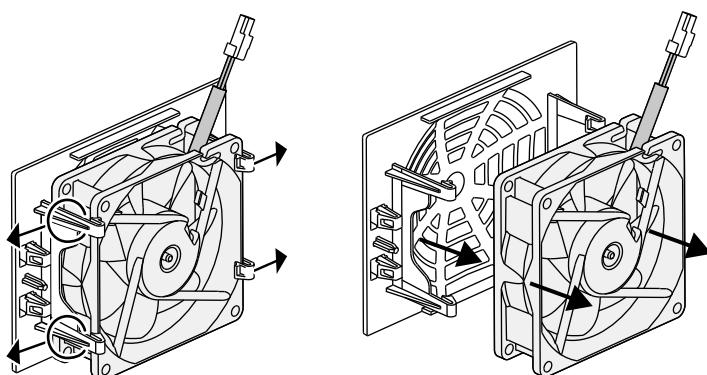

Fig. 63: Afmontering ventilatorgitter
5. Ventilatoren kan derudover trækkes ud af ventilatorgitteret. Tryk fastgørelseslaskerne en smule udad, og træk ventilatoren ud. ↗ Fig. 63